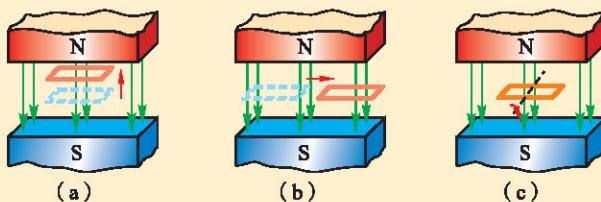

图 1-2-4 线圈在匀强磁场中的几种运动
1. 在图 1-2-4 所示的匀强磁场中有一个线圈。保持线圈平面垂直于磁感线，当线圈在磁场中上下运动时[图(a)]，是否会在线圈中产生感应电流？当线圈在磁场中左右运动时[图(b)]，是否会在线圈中引起感应电流？如果线圈绕水平轴转动[图(c)]，是否会在线圈中产生感应电流？为什么？